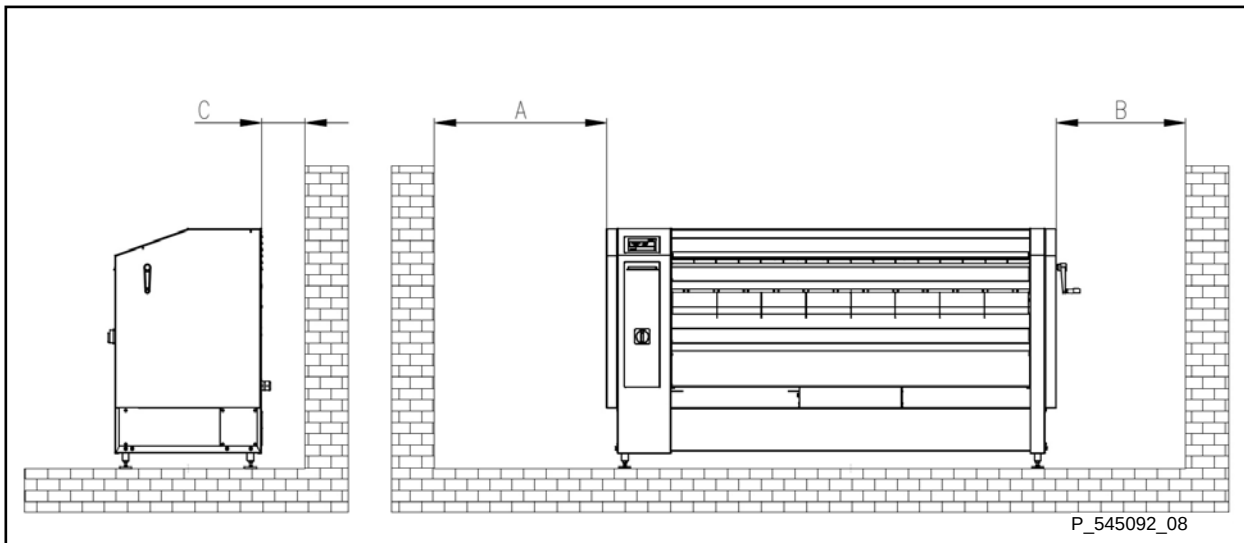

figura 3.3.2.
- Tabla 3.3.2. – parámetros requeridos de dimensión respecto a la figura 3.3.2.
- La óptima (1) es la dimensión óptima del punto de vista de acciones del mantenimiento y servicio.
- La óptima (2) es la dimensión que se puede lograr si la máquina avanza hacia adelante durante el mantenimiento y servicio.